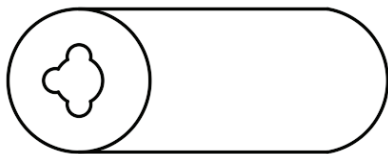

图 5-13 原始图形
- 1 打开“利用夹点移动图形练习.dwg”文件，原始图形如图 5-13 所示。